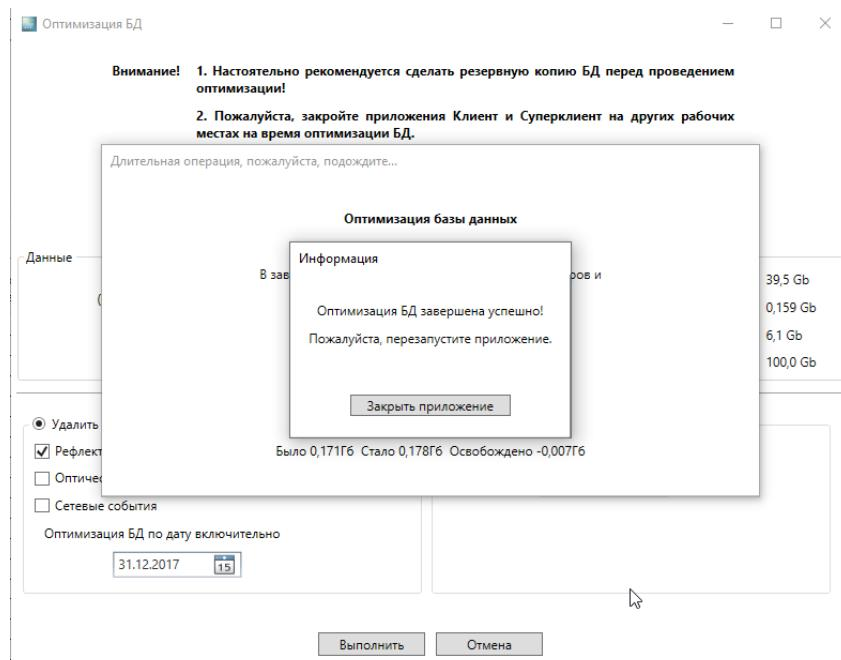

Рисунок 14-5
5. После окончания оптимизации появиться сообщение Рисунок 14-5.